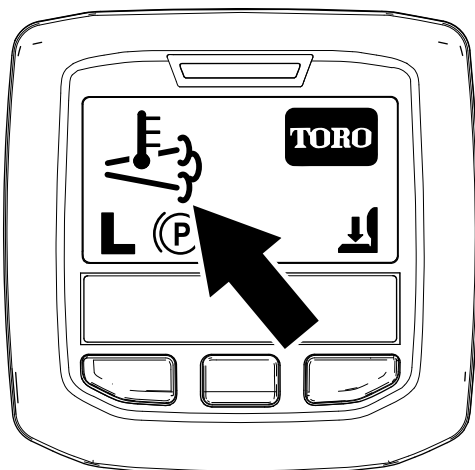

Figura 40
- L'icona della temperatura di scarico elevata viene visualizzata nell'InfoCenter (Figura 40).